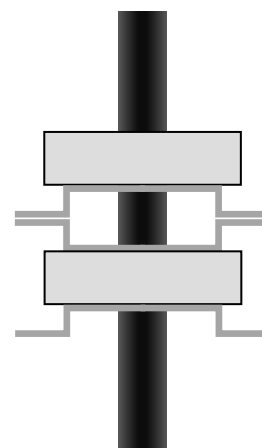
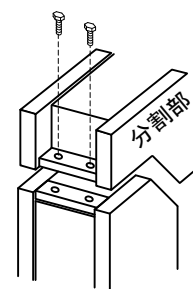

図 28. 重ね取付の例
図 29. 分割部締付ボルト
- (5) 弊社製の変成器や検出器を重ねて取り付けでも影響ありません(図 28)。
- (6) 取付金具は装置本体から取り外さないで下さい。取付金具が接地側に接続された場合、取付方法によっては一次導体と取付金具との離隔がとれなくなり、大事故につながる恐れがあります。特殊な取付方法が必要になった場合や取付方法が工事途中で変更になった場合には、必ず弊社にご連絡下さい。
- (7) FD および HCT を分割するには、側面の 4 本の分割部締付ボルトを外し、分割部を取り外して下さい。なお分割部にはコネクタがありますので、取り外しや取付時には電線くずなどの異物が内部に入らない様に注意して下さい(図 29)。
- (8) FD および HCT の取付方向はどの方向に取り付けても問題ありませんが、構造は屋内用ですので屋外へは取り付けないでください。
- (9) FD および HCT を取り付けの場合は寸法図にて取付穴の個数と位置を確認し、取付穴に M10 ネジ (ボルト、ナット等) を使用して取り付けてください。鉄製の M10 のボルト・ナットを使用する場合は 200kgf・cm のトルクで締め付けてください。